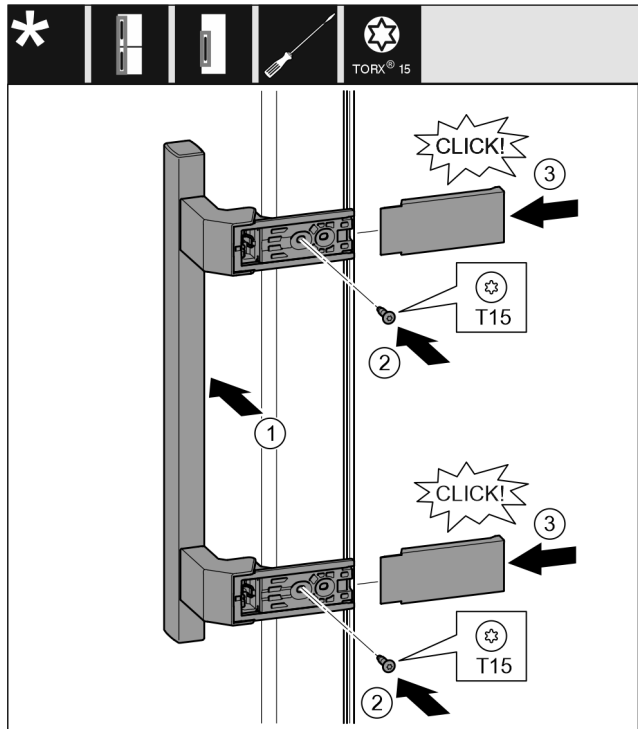

Fig. 11
- ▶ Sett på håndtaket på motsatt side. Fig. 11 (1)
- ▶ Skru fast skruene med skrutrekkeren T15. Fig. 11 (2)
- ▶ Sett dekslene på siden og skyv dem på. Fig. 11 (3)